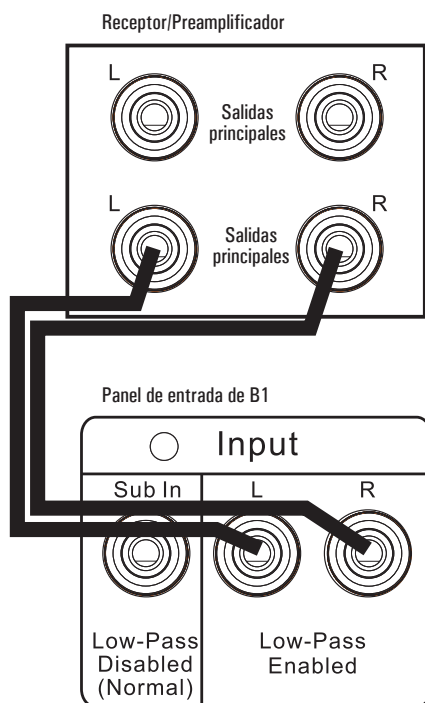

Figura 10: Conexión a las salidas principales
1. Conecte un latiguillo RCA entre la salida principal izquierda del receptor/preamplificador y el conector L (izquierdo) Low-Pass Enabled del panel posterior del B1, tal como se muestra en la Figura 10.